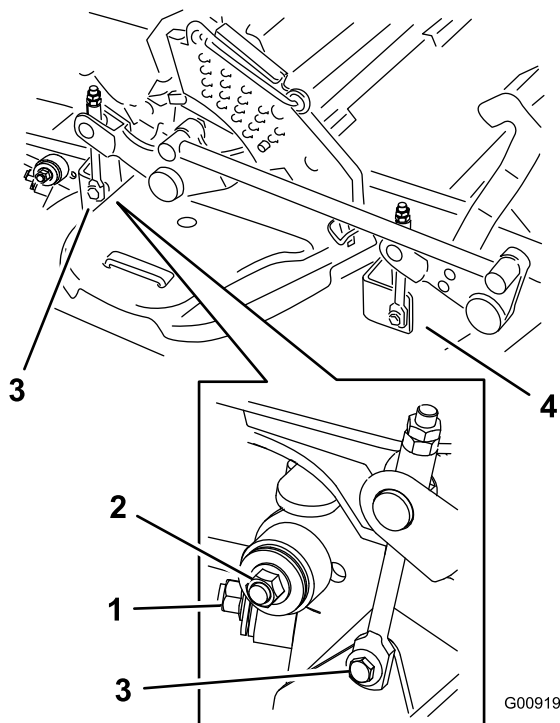

**Figura 95**
6. Levante la chapa de suelo e introduzca una llave dinamométrica en el taladro cuadrado del brazo tensor de la carcasa (Figura 95).
7. Gire cuidadosamente el brazo tensor de la carcasa en el sentido de las agujas del reloj y retire la correa del cortacésped (Figura 95).